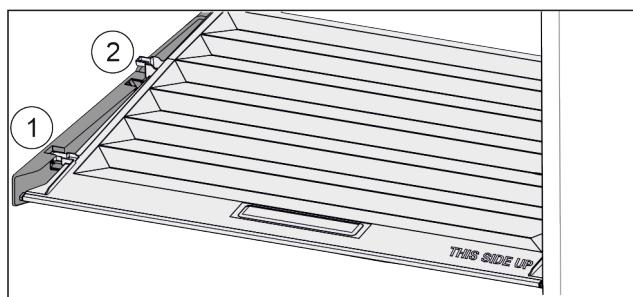

Fig. 75
- Poklopac do otvora u pridržnim dijelovima povucite prema naprijed Fig. 75 (1).
- Podignite ga odozdo sa stražnje strane i izvadite prema gore Fig. 75 (2).